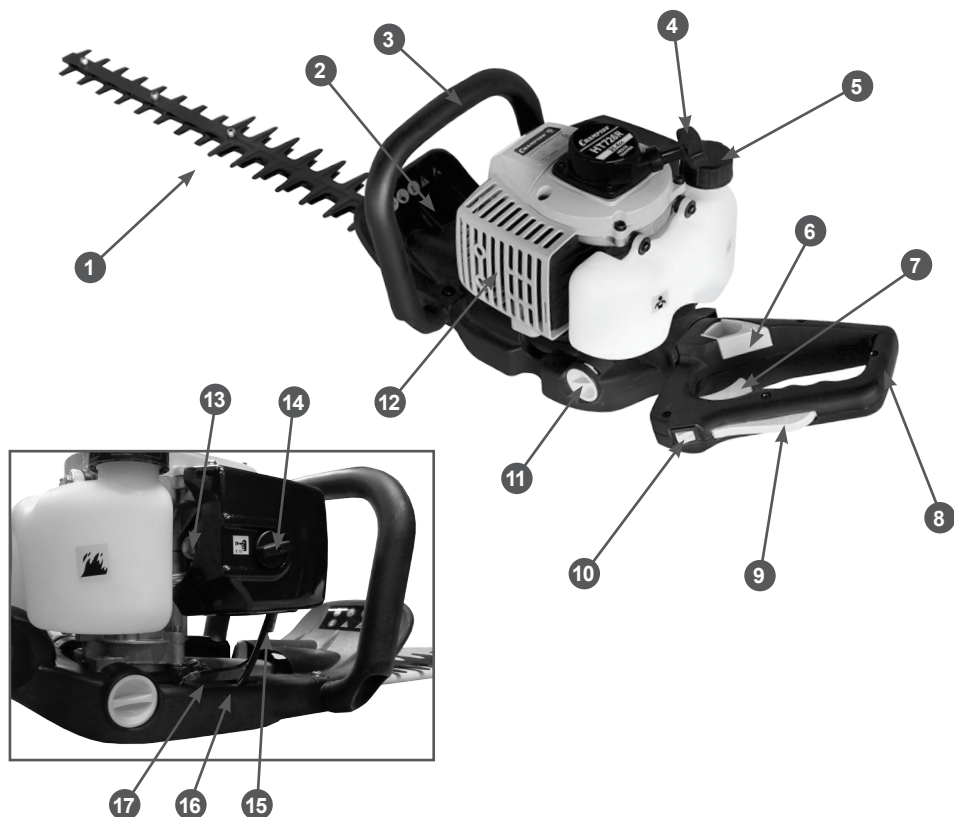

Рис. 1 Основные узлы и органы управления
Основные узлы и органы управления представлены на Рис. 1.
- Установите выключатель зажигания 10 (Рис. 1) в положение «I» (включено).